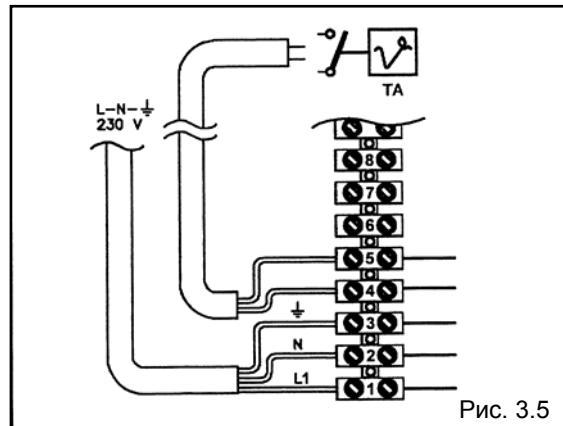

Рис. 3.5
- Подключение регулятора комнатной температуры показано на рис. 3.5.